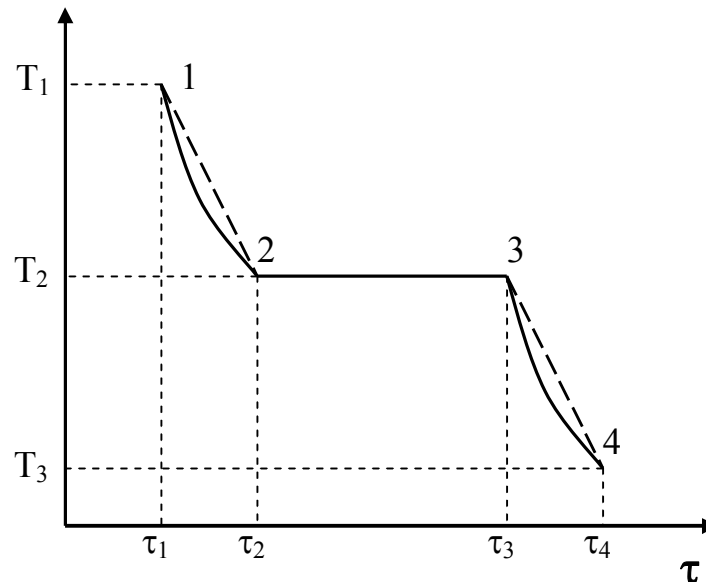

Рис. 27. Крива охолодження зразка.
найчастіше користуються кінетикою кристалізації (тверднення) – йдеться про зняття кривої тверднення (рис. 27.)
Ділянка 1-2 на рис. 27. відповідає охолодженню рідкої фази до
2. Отримавши криву охолодження, відрізати ділянку стрічки з одержаним графіком 5 (рис. 27). Щоб знайти точки 1 і 4 (рис. 27), потрібно відкласти від точок τ_2 і τ_3 вліво і вправо відрізки, що дорівнюють $\tau_3 - \tau_2$. Визначивши з графіка температури T_1 , T_2 і T_4 , які відповідають точкам 1, 2 (3) і 4, за формулою (6) обчислити значення λ .